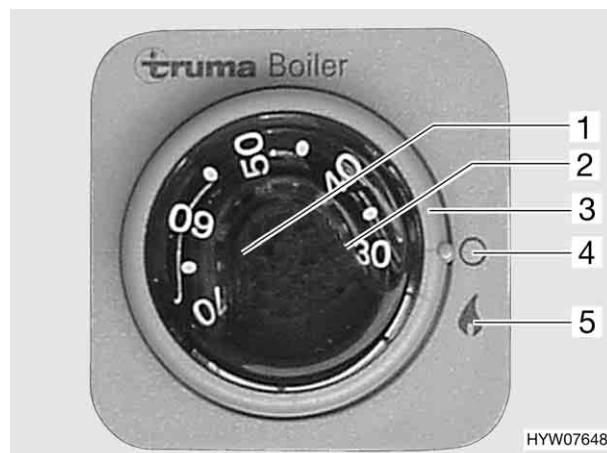

Fig. 92 Interruttore di comando per boiler
- Accendere il boiler agendo sull'interruttore girevole (Fig. 92,3) posizionandolo su "" (Fig. 92,5). La luce spia verde "Funzionamento" illumina la manopola (Fig. 92,1). In caso di guasto si accende la luce spia rossa (Fig. 92,2) (vedi capitolo 14).
- Impostare con la manopola (Fig. 92,1) la temperatura desiderata dell'acqua.
- Ruotare l'interruttore girevole (Fig. 92,3) su "O" (Fig. 92,4).
In caso di guasto si accende la luce spia rossa (Fig. 92,2) (vedi capitolo 14).
- Spegnere il boiler. Ruotare del tutto a sinistra la manopola (Fig. 92,1).